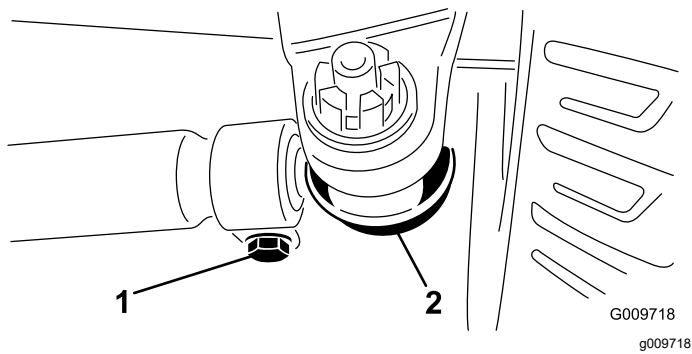

图 76
3. 要进行调节应从任一横拉杆球窝接头卸除开口销和螺母 (图 76)。从轴箱支架中拆除横拉杆球窝接头。
4. 拧松横拉杆两端的夹具 (图 76)。